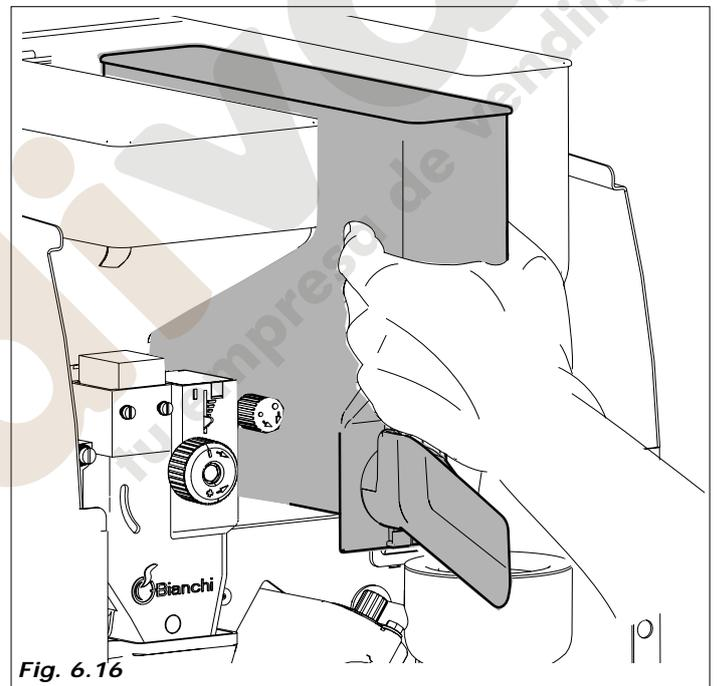

Fig. 6.16
- desmontar todos los contenedores de producto del distribuidor (Fig.6.16).